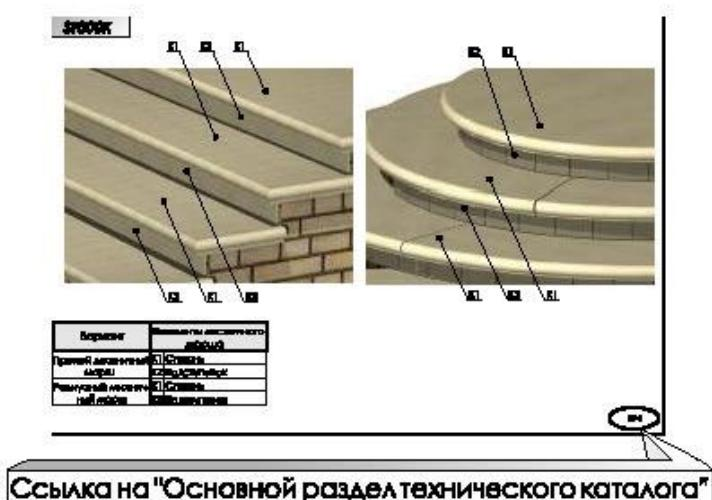

Рис. 3. Расположение ссылки.
2. Из "Сокращенного раздела технического каталога / Плиты гладкие и ступени", по ссылке в правом нижнем углу поля чертежа, переходим в "Основной раздел технического каталога / Плиты гладкие и ступени", см. рис. 3. Расположение ссылки.